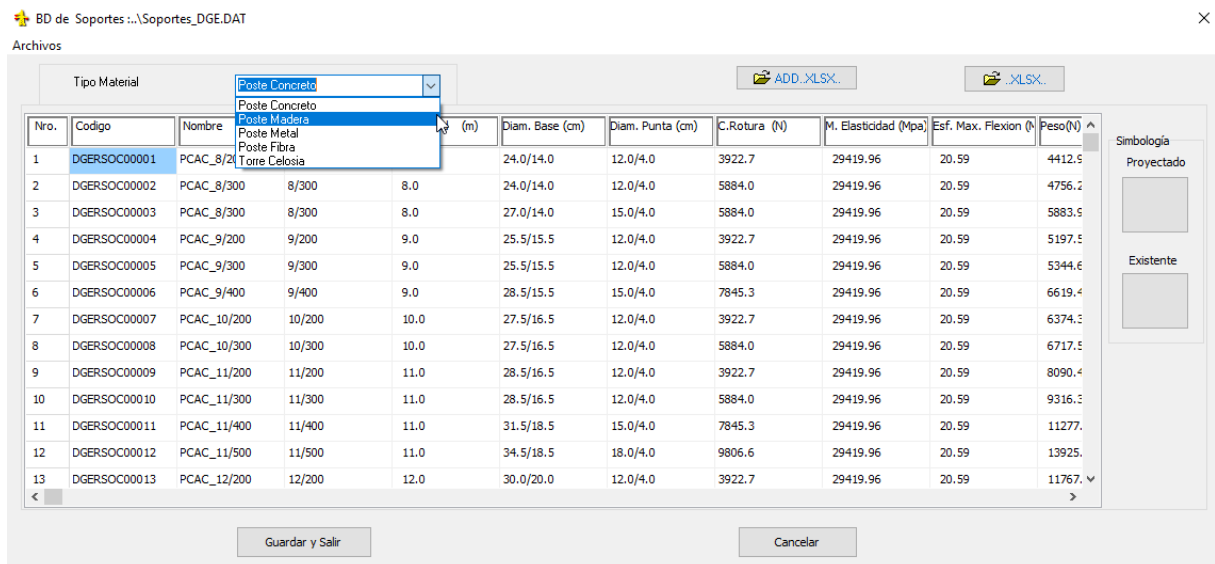

Fig. 17.17
Al acceder se muestra la ventana “BD Soportes”: (Ver Fig. 17.17).
3. Agregar un nuevo Soporte; para lo cual el usuario deberá hacer clic derecho con el mouse y seleccionar “Agregar” (ver Fig. 17.17), donde aparecerá una nueva fila con las celdas habilitadas para poder ingresar el nuevo soporte con sus respectivas características. Para guardar los cambios escoger la opción “Guardar y Salir”.
5. Eliminar un soporte de la Base de Datos. Para esto seleccionar el poste o torre a eliminar y hacer clic derecho con el mouse y seleccionar <Eliminar> (ver Fig. 17.17).